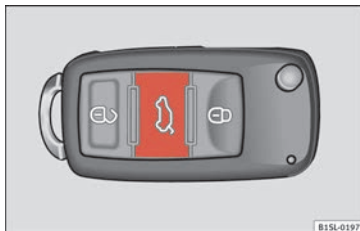

Fig. 106 Sur la clé du véhicule : bouton de déverrouillage et ouverture du hayon.
- Appuyez sur le bouton de la clé du véhicule » **fig. 106** pendant environ une seconde pour déverrouiller le hayon arrière.